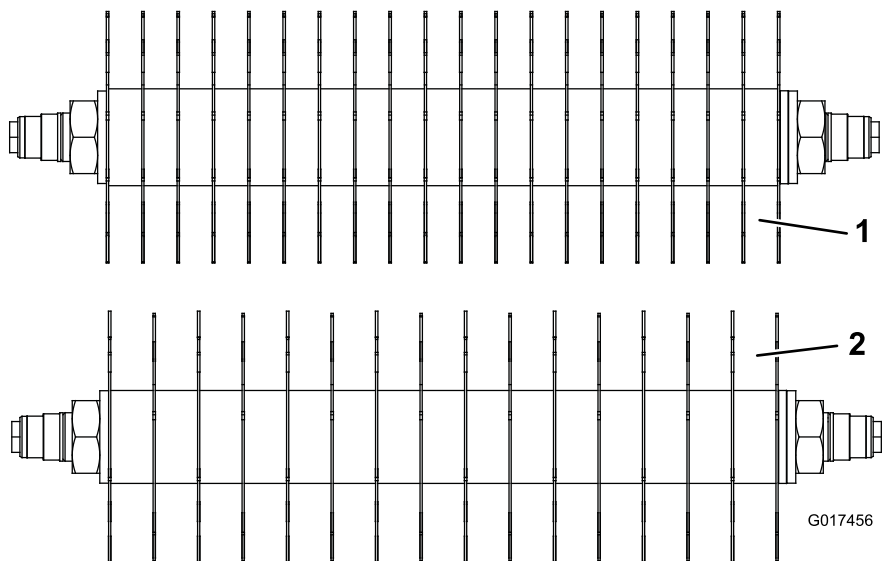

Figure 14
Pour modifier la configuration du verticutter et passer de l'espacement standard de 3,18 cm à un espacement de 2,54 cm, il vous faut (19) nouvelles entretoises, réf. 93-3092 et (4) lames au carbure supplémentaires, réf. 106-8625 ou bien (4) lames ordinaires supplémentaires, réf. 93-3038-03 (Figure 14).